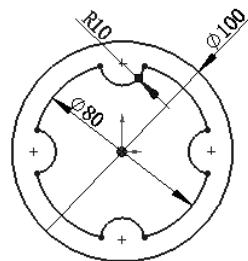

图 2.11.9 编辑后的块
Step 4 编辑尺寸约束。将插入的块的尺寸约束修改为图 2.11.9 所示的尺寸。